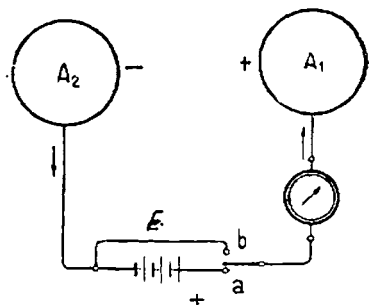

Fig. 143. — Electrizare cu ajutorul elementelor galvanice
b) Cu ajutorul unui electroscope sau al unui pendul constatăm că sfera A_1 s'a încărcat cu electricitate sticloasă, iar sfera A_2 s'a încărcat cu electricitate rășinoasă. După cum se vede din fig. 143 electricitatea sticloasă corespunde bornei $+$ a bateriei și electricitatea rășinoasă bornei $-$.
89. Electrizarea se produce numai pe suprafața exterioară a corpurilor. Să presupunem că cele două sfere din experiența din fig. 143 sunt goale pe dinăuntru. Orice tensiune vom aplica, vom constata că în interior nu este nicio sarcină electrică.
90. Câmp electric. Linii de forță. Oriunde vom duce un corp electrizat în jurul sferelor A_1 și A_2 , fig. 143, vom constata că este atras sau respins, după semnul sarcinilor electrice. Deci, oriunde în jurul unui corp electrizat se exercită forțe. Vom spune că există un *câmp electric*.
91. **Capacitatea electrică.** Să continuăm experienţele cu aparatele din fig. 143. Să închidem întrerupătorul în poziţia a . Vom observa la galvanometru un curent I trecător în timpul t . Ştim că a trecut o cantitate de electricitate.